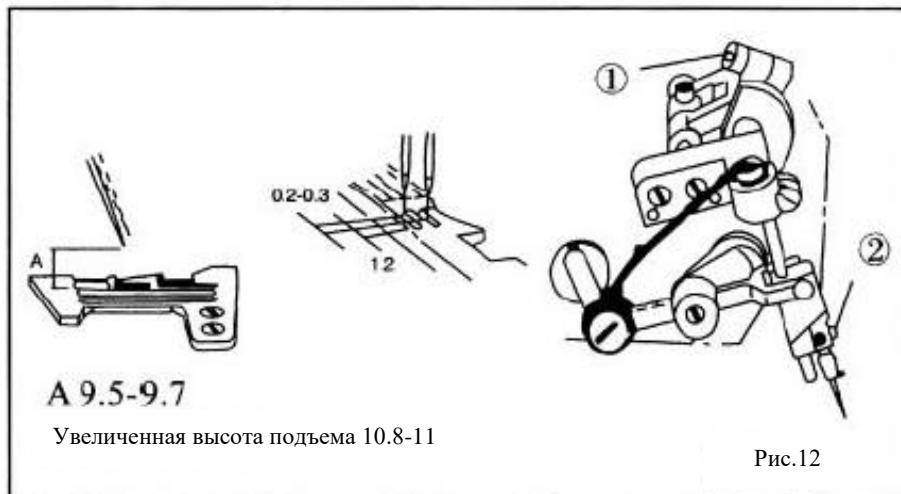

Рис.12
10.1. Игла и игольная пластина. Рис. 12.